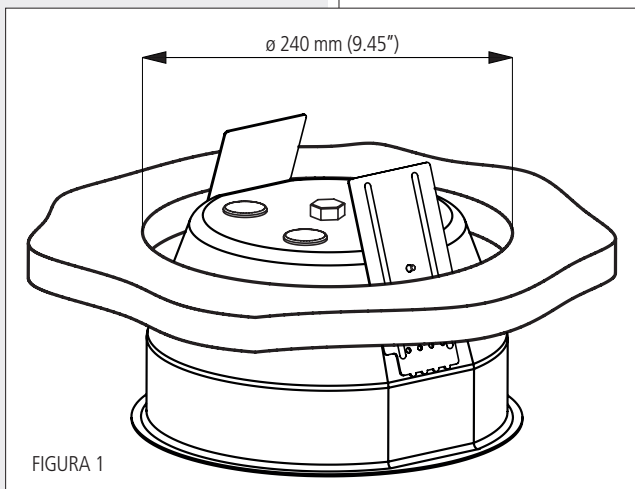

FIGURA 1
1. Praticare nella controsoffittatura un foro del diametro di 240 mm, come indicato in figura 1.
3. Inserire il fondello antifiamma nel foro praticato (come mostrato in figura 1).